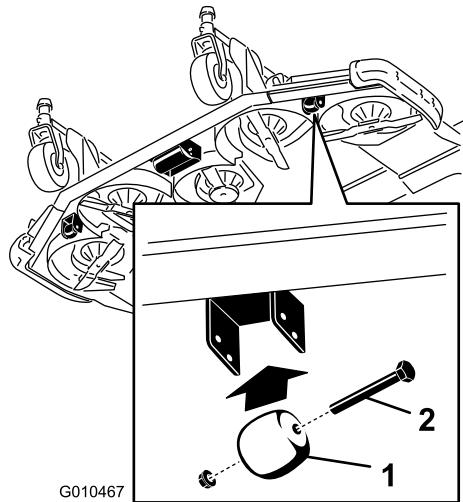

図 29
1. ローラのシャフトをデッキのブラケットに固定しているネジとナットを取り外す図 29。
1. ゲージホイールを刈り込みデッキのブラケットに固定しているボルトとナットを外す図 29。